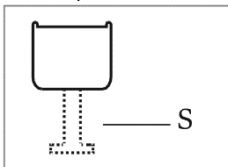

Abb.13
- Wenn Sie mit der Position des Geräts im Gehäuse zufrieden sind, biegen Sie die mit „S“ gekennzeichneten Teile der weißen Abstandhalter, wie durch die gepunktete Kontur in Abb. 13 dargestellt, und lassen Sie diese einrasten. Lassen Sie den Rest der Abstandhalterabdeckung über den Metallplatten an Ort und Stelle.